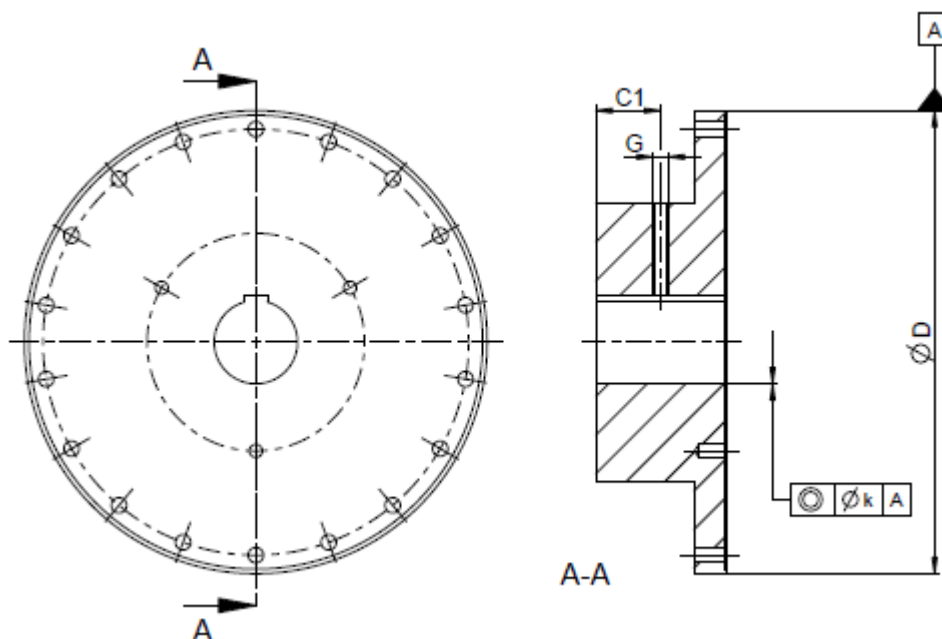

Abbildung 7.6: Vorgaben für Form- und Lagetoleranz der Bohrung und Position der Passfedernut
- die Form- und Lagetoleranzen nach DIN ISO 286 eingehalten werden (siehe hierzu die Abbildung 7.6).
Wenn die Nabe mit einer Passfedernut ausgeführt werden soll, ist sie bevorzugt zwischen den Gewindebohrungen wie in Abbildung 7.6 gezeigt, einzubringen.